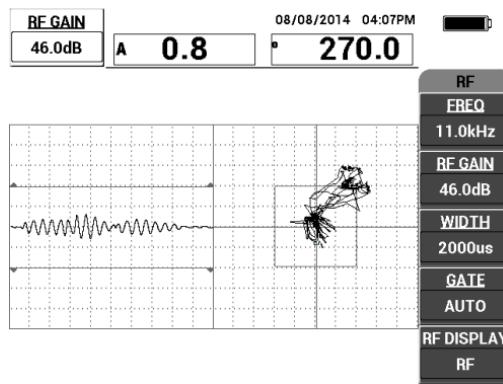

Рис. 6-3 Настройка усиления для получения нужного сигнала
2. Установите преобразователь на бездефектную часть образца, отрегулируйте усиление, используя клавишу GAIN (**dB**). Убедитесь, что сигнал в режиме РЧ (слева) находится между 1 и 2 вертикальными линиями (см. Рис. 6-3 на стр. 129).